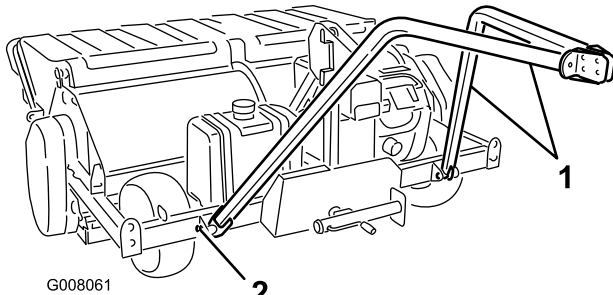

Figure 12
1. Montez un bras de remorquage sur chaque patte à l'avant du processeur de carottes avec une goupille (Figure 12). Fixez les goupilles aux bras de remorquage avec des vis de 3/8 x 1-1/4" et des écrous à embase. Positionnez les bras de remorquage comme illustré à la Figure 12.